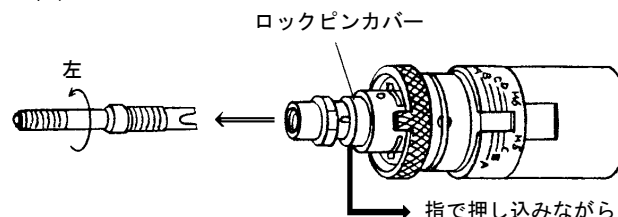

図6-2
- ② ロックピンカバーを指で押し込みながら、マンドレルを左に回して外してください。（図6-2）